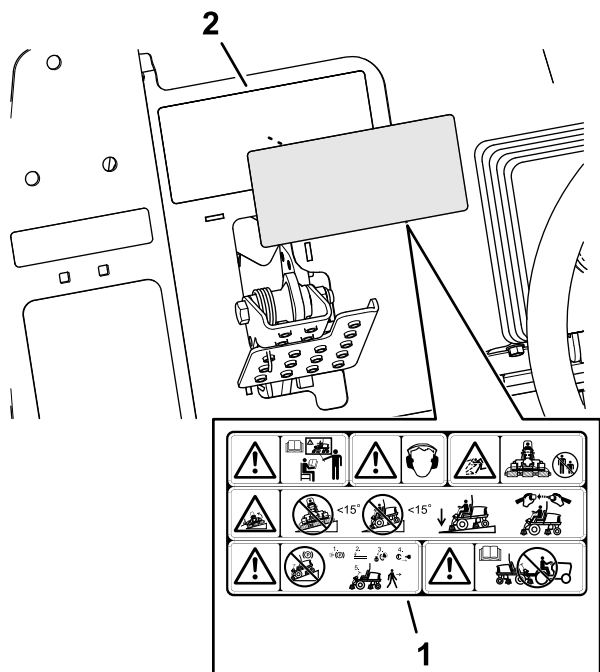

Рисунок 39
1. Очистите поверхность предупреждающей наклейки 133-2930 протирающим спиртом и чистой ветошью и дайте наклейке высохнуть (Рисунок 39).